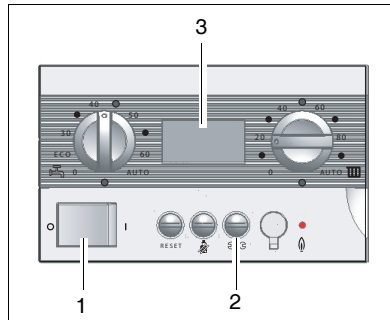

Abb. 2 Betriebsschalter, Servicetaste und Druckanzeige
- Betriebsschalter (Abb. 2, Pos. 1) auf "I" stellen.
- Zum Prüfen des Wasserdrucks die Servicetaste (Abb. 2, Pos. 2) betätigen, bis der Wasserdruck im Display angezeigt wird (z. B. **P1,0** für einen Druck von 1,0 bar). Der optimale Fülldruck beträgt 1,0 bis maximal 2,0 bar. Bei einem Druck unter 1,0 bar die Anlage füllen und entlüften. Bei häufigem Wasserverlust die Ursache durch eine Fachfirma ermitteln und beseitigen lassen.